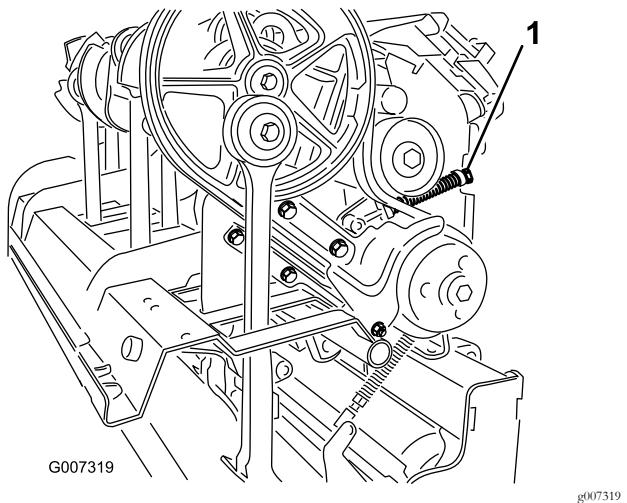

Figura 38
- Para liberar la tensión del resorte tensor, afloje la contratuerca que sujeta el retenedor del muelle (Figura 38) y gire el retenedor del muelle.